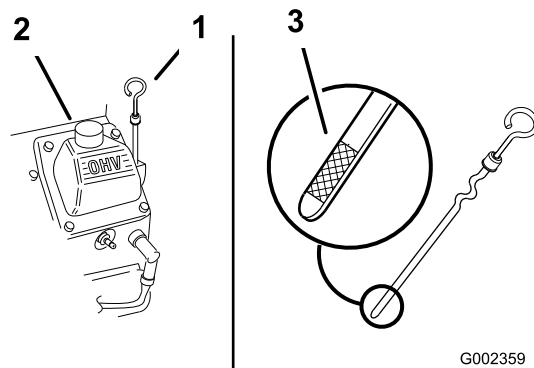

Bild 149
3. Reinigen Sie den Bereich um den Öleinfüllstutzenschutzdeckel und den Peilstab (Bild 149).